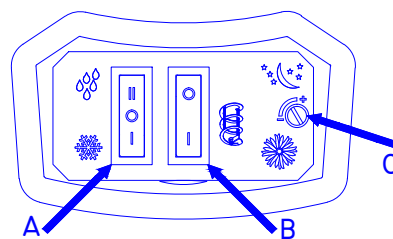

Fig. 5
## 2.4 Comandi vasca (Fig. 5)
**B** in posizione  - **I** vedi Fig. 5
Per una produzione di Bibita fredda, dopo aver preparato il prodotto, predisporre il funzionamento in modalità Bibita. Per fare ciò occorre mettere il deviatore A di funzione in Posizione  - II (vedi Fig. 5)